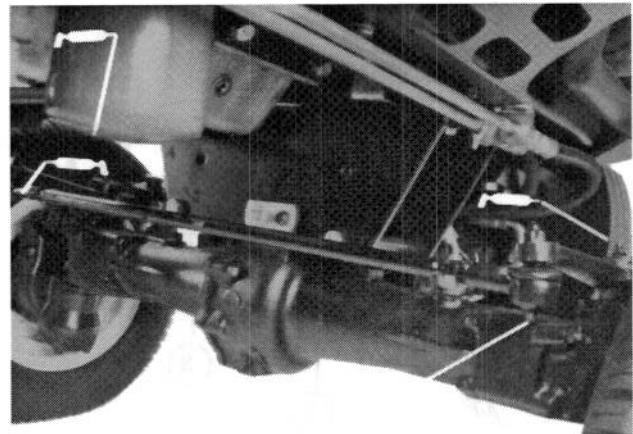
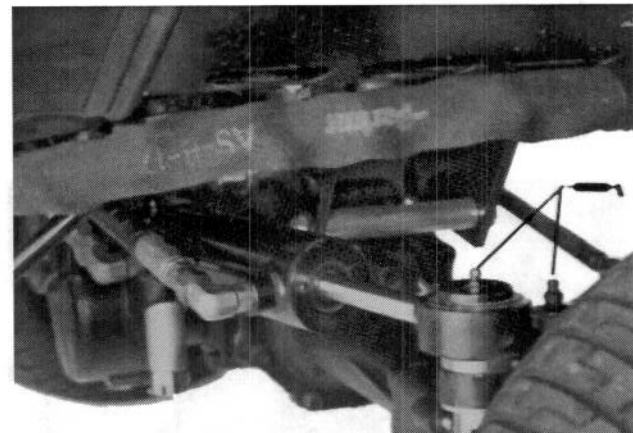

Figure 26
Figure 27
Machines à quatre roues motrices—ensembles barre d'accouplement (2), pivot central (1), joints d'essieu (2) (Fig. 26); extrémités cylindre (2) (Fig. 27).